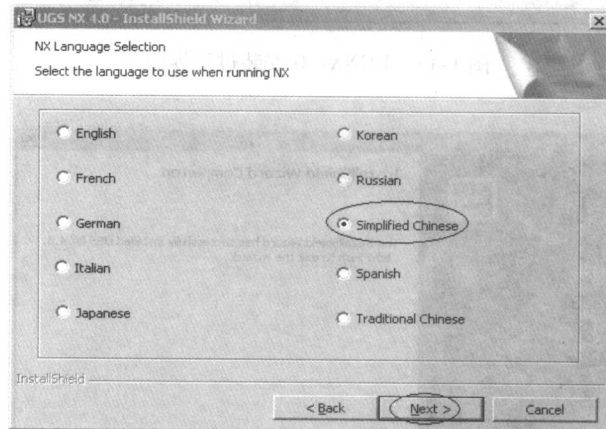

图 1-11 UGNX4.0 语言使用选择界面
(13) 单击【下一步】按钮,出现 UGNX4.0 语言使用选择界面,如图 1-11 所示。